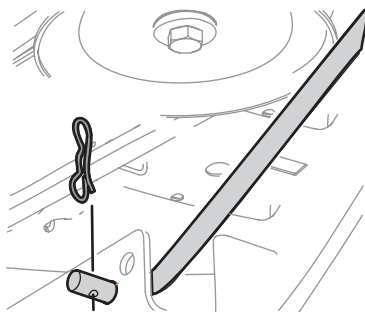

Figure 42
- Retirez la goupille fendue qui fixe la tige de relevage avant au plateau (Figure 42). Faites sortir la tige de relevage du support avant.